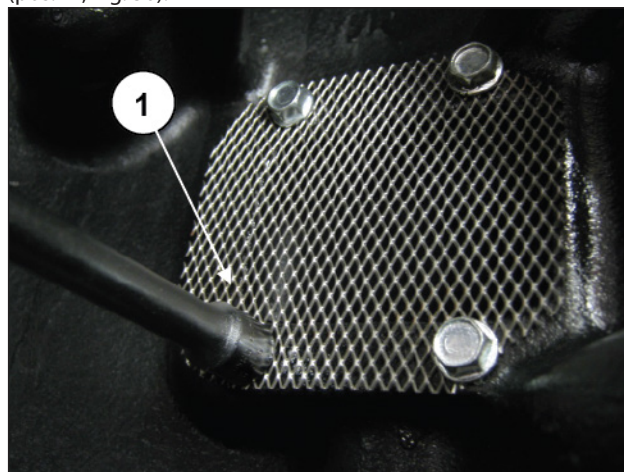

Fig. 50
Rimuovere le quattro viti fissaggio retina filtro per accedere al vano aspirazione pompa olio e verificarne la pulizia interna (pos. ①, Fig. 50).